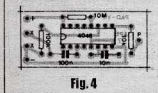

Fig. 4
- FIG. 4 - CHAPEADO DA MONTAGEM - Agora o lado não coberto da plaquetinha, com todos os (poucos...) componentes posicionados... Apenas não é vista a cápsula piezo, a ser ligada externamente... As peças estão identificadas pelos seus códigos, valores e